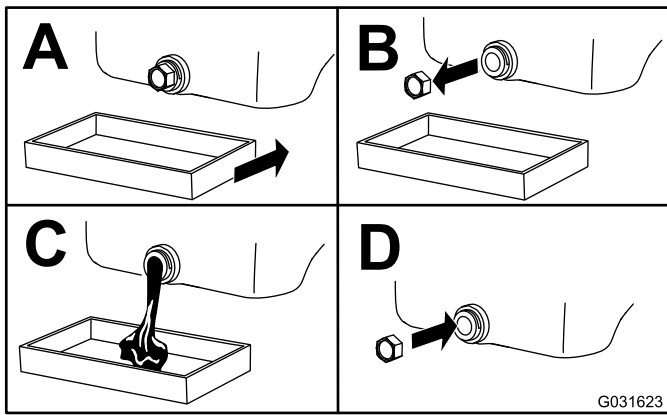

Figura 43
4. Cambie el aceite del motor como se muestra en la Figura 43.